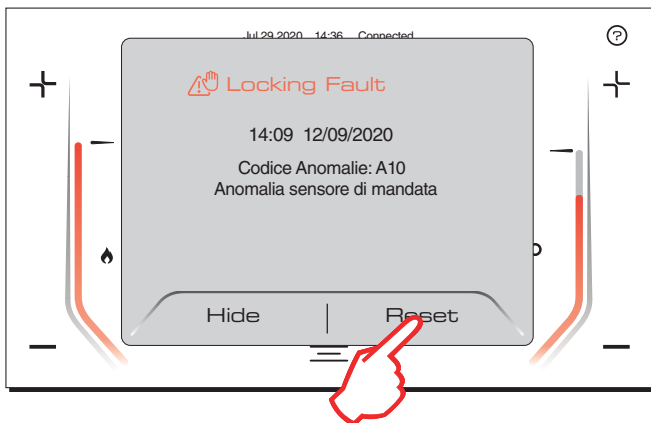

fig. 46
- 1 - Toccando [RESET] quando appare una schermata simile a quella illustrata in fig. 46.